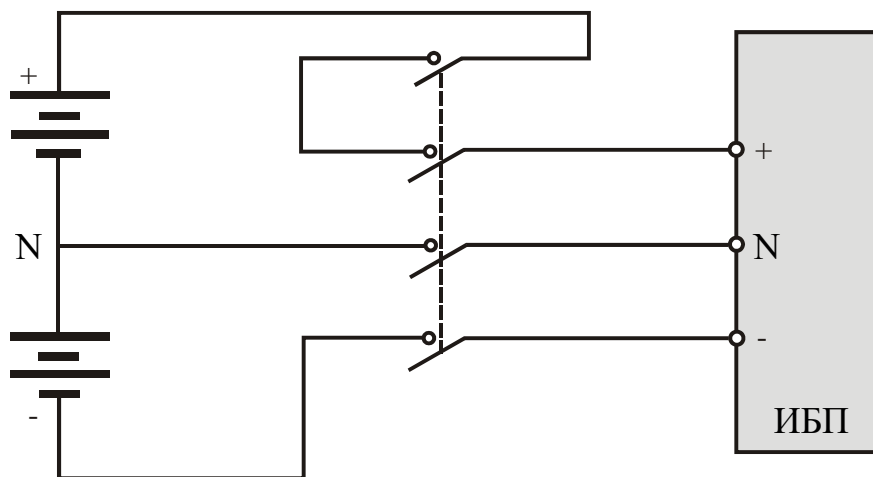

Рисунок 7-2. Схема подключения батарей, выключателя батарей и ИБП (трехпроводное подключение батарей, 30–44 батареи)
2. Если внешние батареи имеют центральный отвод (от батареи отходят 3 провода), рекомендуется использовать один 4-полюсной автоматический выключатель постоянного тока в литом корпусе. Номинальное напряжение постоянного тока автоматического выключателя должно отвечать следующим требованиям: 250, 500 или 750 В постоянного тока при 1, 2 или 3 полюсах соответственно, а номинальная предельная отключающая способность при коротком замыкании должна составлять 35 кА. Количество гальванических элементов: 30 — 44. См. схему подключения батарей, выключателей батарей и ИБП на рис. 7-2.